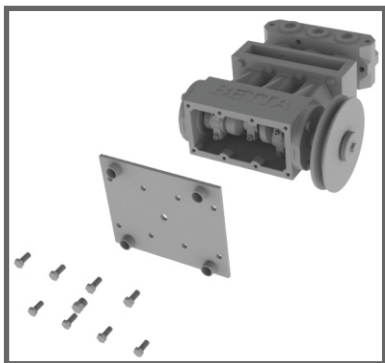

Fig. 51
- 5- Retirar a tampa do Carter, tomando o cuidado de não danificar a junta de vedação. (Fig. 51)
- 9- Retirar o virabrequim. Verificar o estado dos rolamentos e no virabrequim os apoios das bielas, caso danificados, trocar os rolamentos e retificar o virabrequim. (Fig. 51)